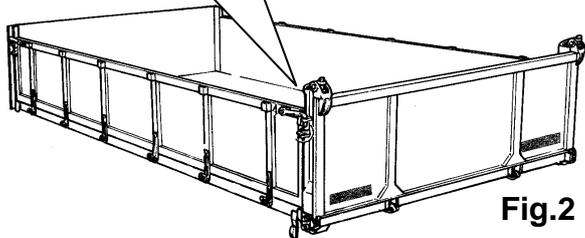

Fig.2
-Enlever la goupille **rep.1 (fig.2)**.